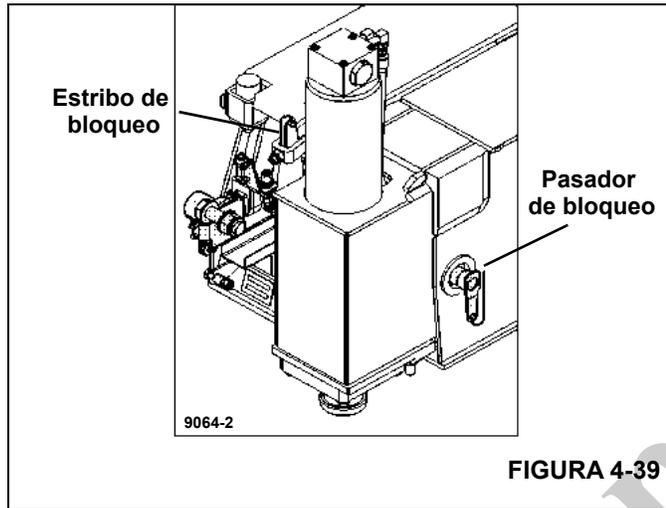

FIGURA 4-39
1. Con los estabilizadores completamente retraídos, desenganche el estribo de bloqueo de su posición de almacenamiento (Figura 4-39).